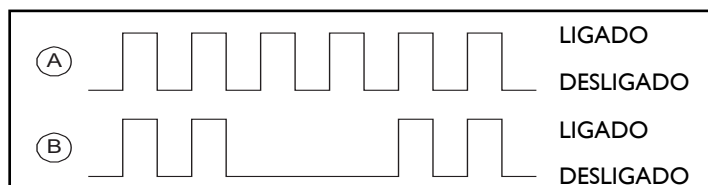

FIGURA 43
- Si la protección contra congelamiento de la unidad interior estuviere activa, el LED Verde va parpadear con una señal (intermitente) según (A) en la figura 43.
- Si existir una falla en el enfriamiento, el LED Verde va parpadear con una señal (pausado) según (B) en la figura 43.
- Si la protección contra sobrecarga en el compresor, en modo calentamiento, estuviere activada, el LED Amarillo va parpadear con una señal (intermitente) según (A) en la figura 43.
- Si el sensor (ambiente o de congelamiento de la unidad interior) fallar debido a un corto circuito (o circuito abierto), el Timer va parpadear con una señal (intermitente) según (A) en la figura 43.